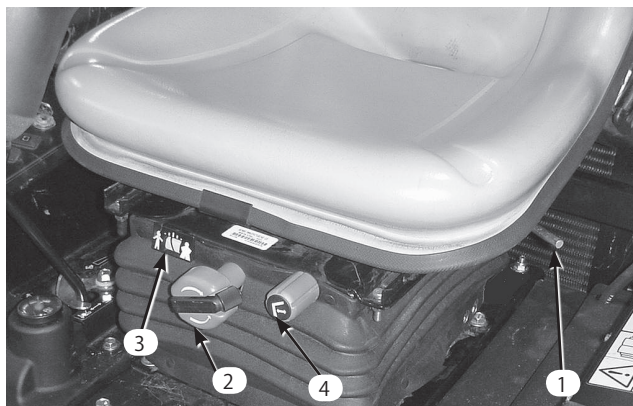

図29
- 前後調整レバー (図29) : 座席の下左側にあります。
- 体重調整ノブ (図29) : オペレータの体重に合わせて調整します。
- 体重ゲージ (図29) : 調整が体重にあっているかどうかを表示します。
- 高さ調整ノブ (図29) : オペレータの身長に合わせて調整ができます。